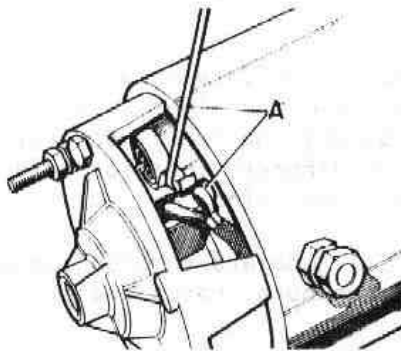

Fig. N2-25 Comprobación escobillas
- 2.1.1. Comprobar que las escobillas se mueven libremente (Fig. N2-25) en sus porta-escobillas, cuando se presionan los muelles. Si alguna está dañada o desgastada, y no hace un buen contacto con el colector, deberán renovarse todas las escobillas.